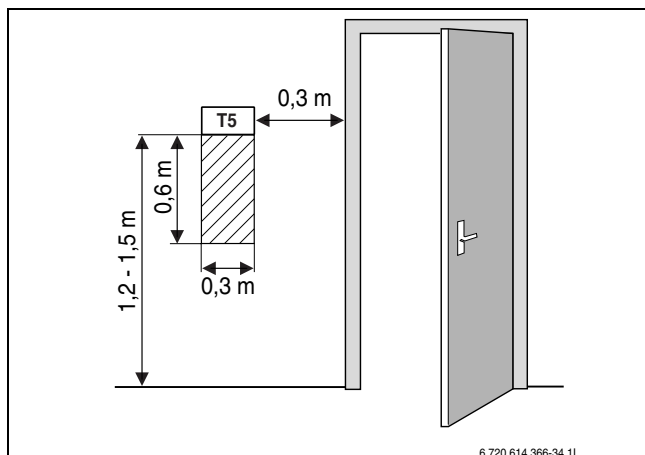

Bild 1 Rekommenderad monteringsplats för rumsgivare
- Obehindrad cirkulation av rumsluften under rumsgivaren (streckad yta i bild 1 ska hållas fri).